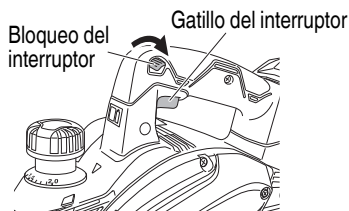

Fig. 7
- Funcionamiento del interruptor (Fig. 7)
- (1) Para un funcionamiento seguro de la máquina, se facilita un "bloqueo del interruptor" en el lado de una manilla.